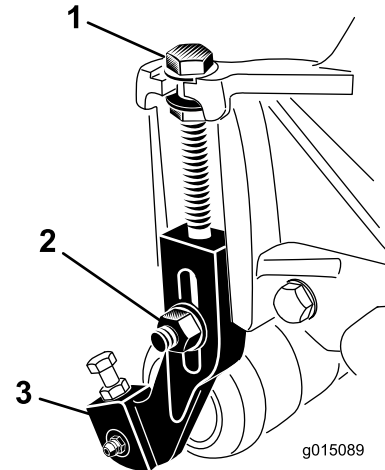

図 18
1. 刈り高ブラケットをカッティングユニットのサイドプレートに固定しているロックナットをゆるめる 図 18。